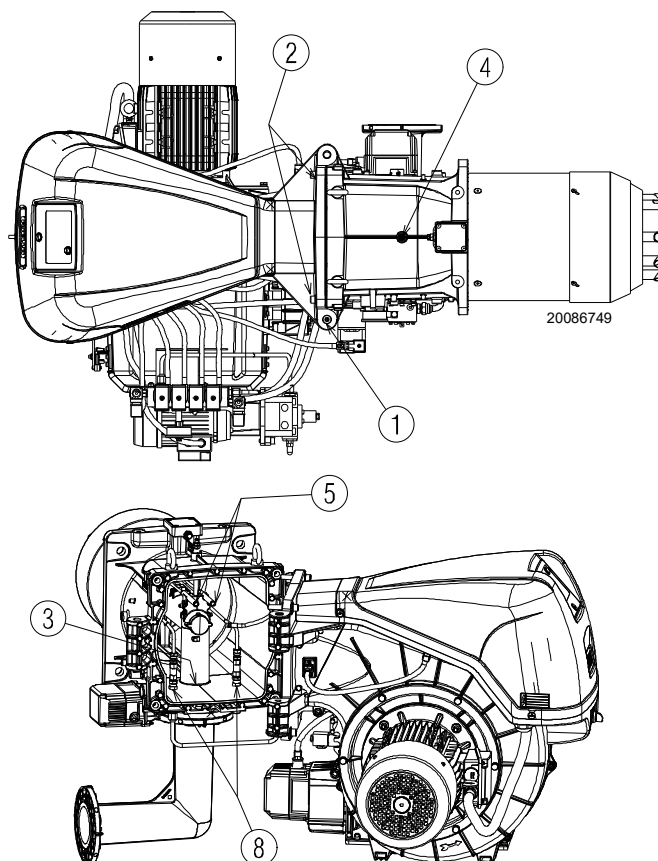

Fig. 17
Le brûleur sort de l'usine avec l'ouverture prévue sur la droite, maintenant ainsi le pivot 1)(Fig. 17) dans son logement.
- C** Ouvrir complètement le brûleur, comme monté Fig. 17;